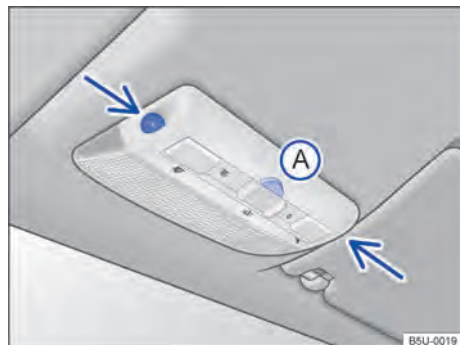

Fig. 47 No console do teto: sensores de monitoramento do interior do veículo e tecla (A) para desligar o monitoramento do interior do veículo.
O monitoramento do interior do veículo dispara o alarme com o veículo travado, se reconhecer movimentos no interior do veículo. O sensor e o receptor estão localizados no conjunto da lanterna de leitura → Fig. 47 (setas).
- Pressionar a tecla → Fig. 47 (A). No painel de instrumentos, a luz de controle se acende.